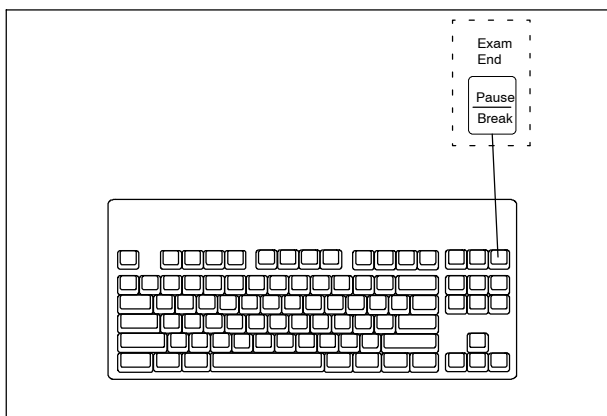

Figura 6.43
2. Desplace el cursor mediante las teclas “ ↑ ” y “ ↓ ” (ver figura 6.43).